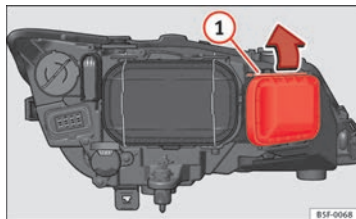

Fig. 136 Lámpara luz intermitente
- Desplace el tirante ⇒ fig. 136 (1) en el sentido de la flecha y saque la tapa.